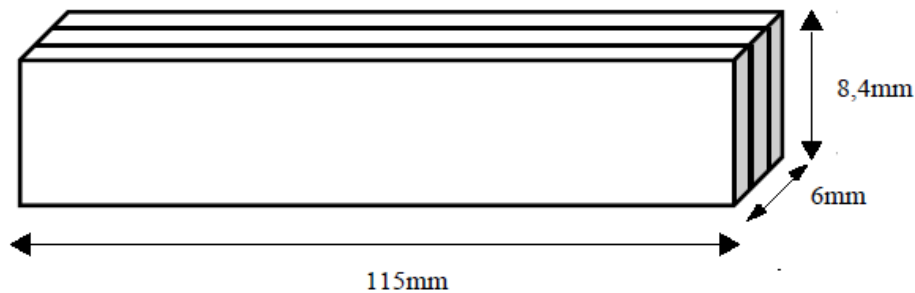

Figura 2–Número de palitos de picolé por barra (dimensões aproximadas)
4. Os protótipos deverão ser construídos com barras que possuam seções transversais de, **no máximo, 3** palitos de picolé, conforme ilustra a Figura 2 abaixo. Para a confecção dos nós poderá ser utilizado cola tipo Epóx.